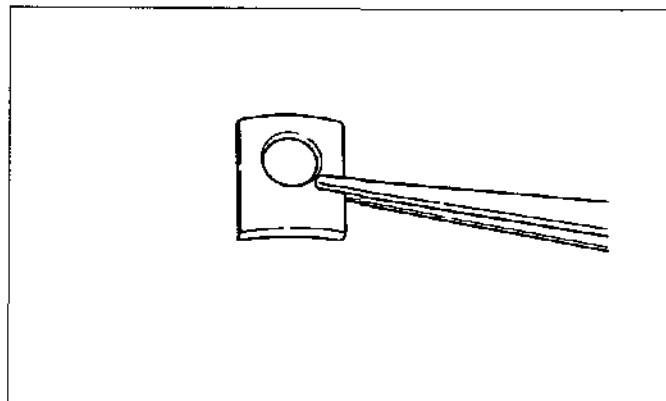

Figura.14-48 Cambio de la arandela de ajuste
(5) Si el valor de la holgura está fuera de las especificaciones, podrá cambiarse instalando la arandela de ajuste adecuada. (Vea la figura.14-48)